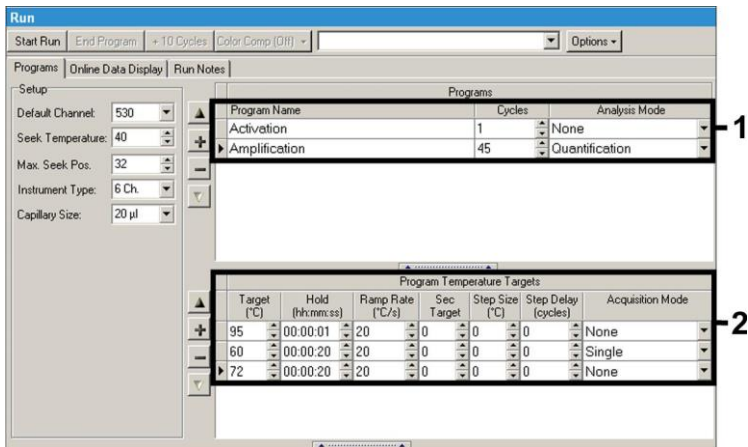

Abb. 7: Amplifikation der DNA.
- B. Amplifikation der DNA Abb. 7